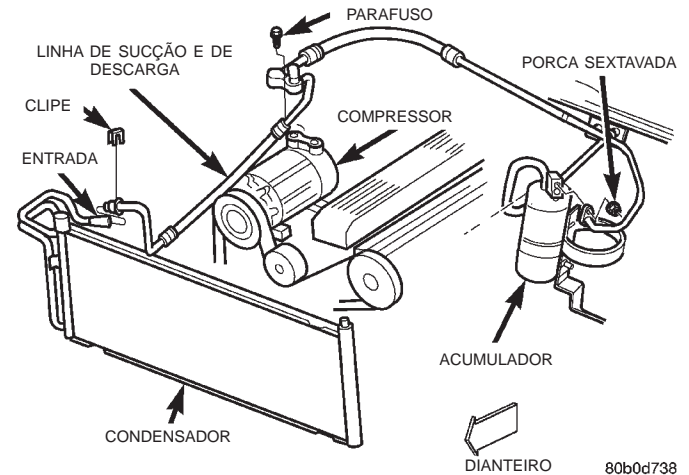

Fig. 17 Remoção/Instalação da Linha de Sucção e de Descarga - Motor 2.5L de Veículos Equipados com Direção do Lado Direito
(1) Desconecte e isole o cabo negativo da bateria.
(2) Recupere o líquido refrigerante do sistema de refrigeração. Consulte “Recuperação de Líquido Refrigerante”, neste grupo, para obter informações sobre os procedimentos.
(3) Desligue o conector do chicote de fiação do interruptor de corte de alta pressão.
(4) Desligue a ajustagem da linha de refrigeração da linha de descarga do tubo de admissão do condensador (Fig. 17). Consulte “Acoplador da Linha de Refrigeração”, neste grupo, para obter informações sobre os procedimentos. Instale plugues ou aplique fita sobre todas as ajustagens abertas da linha de refrigeração.